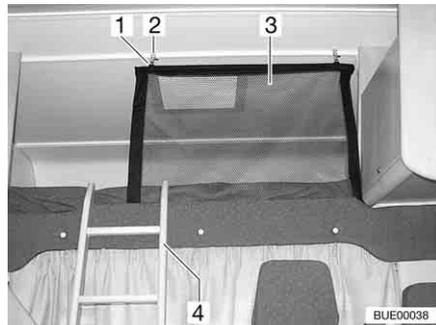
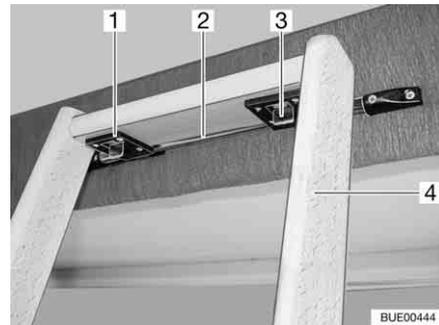

Fig. 94 Cama de alcoba
Fig. 95 Escalera de ascenso, bloqueo
Para subir a la cama de alcoba, utilizar la escalera de ascenso (Fig. 94,4 y Fig. 95,4) equipada de serie.
- Enganchar la escalera con los dos ganchos (Fig. 95,1) en la barra (Fig. 95,2) del panel de la alcoba.
- Correr los dos bloqueos (Fig. 95,3) hacia adelante.
La red de seguridad (Fig. 94,3) viene de serie entre el colchón y el somier. Tender la red de seguridad cuando las personas ya se encuentren en la alcoba.
- Enganchar el soporte (Fig. 94,1) en las argollas en el techo (Fig. 94,2).